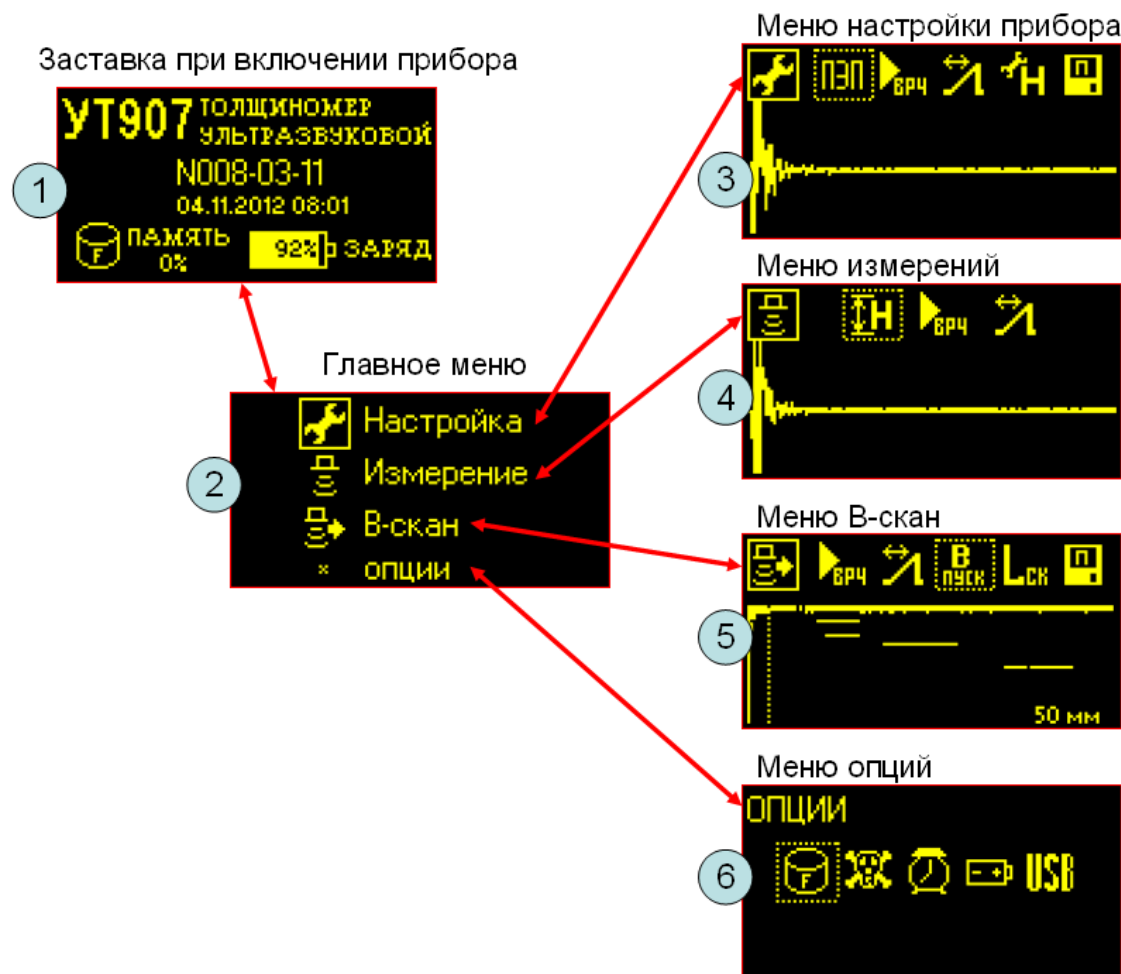
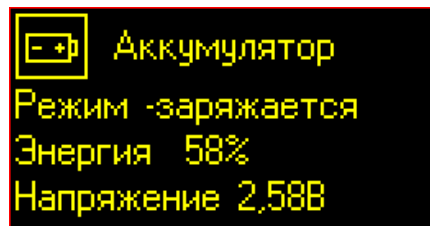

Рис.4.3.1. Структура основного меню.
Рис.4.9.1. Окно состояния аккумулятора в меню «Опции».
Структура основного меню ультразвукового толщиномера УТ907 представлена на Рис.4.3.1. При включении прибора выдается заставка (1), на которой отображается основная информация:
Монитор питания УТ907 постоянно контролирует напряжение аккумулятора. Состояние аккумулятора (заряд или разряд), а также количество энергии отображаются в пиктограмме аккумулятора, Рис.4.3.1. Дополнительно информация о состоянии аккумулятора выводится в меню «Опции», элемент «Состояние аккумулятора», Рис.4.9.1.